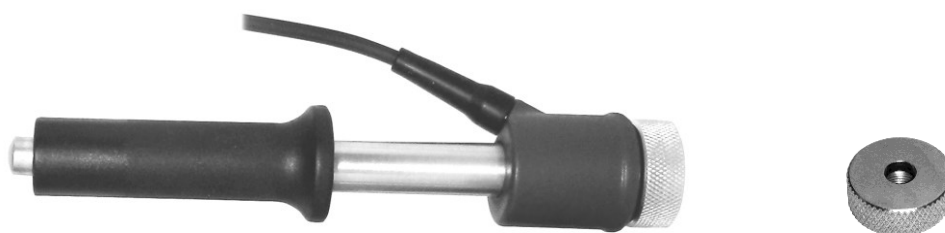

Рисунок 2. Вид преобразователя с плоской насадкой
- основной, для работы на плоских поверхностях (рисунок 2).